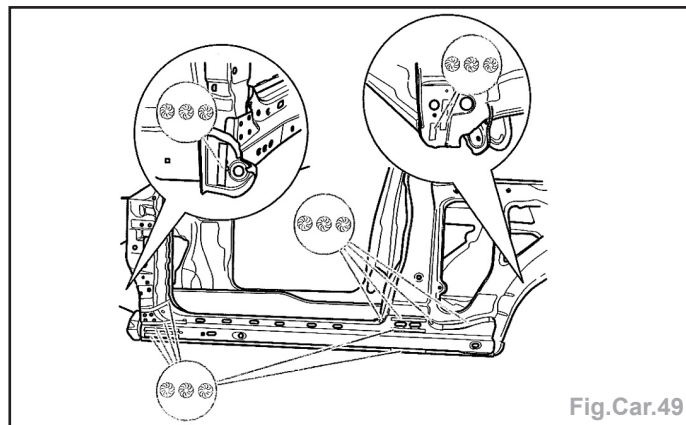

Fig.Car.49
- Souder par points bouchons à l'arc sous gaz protecteur (Fig.Car.49).